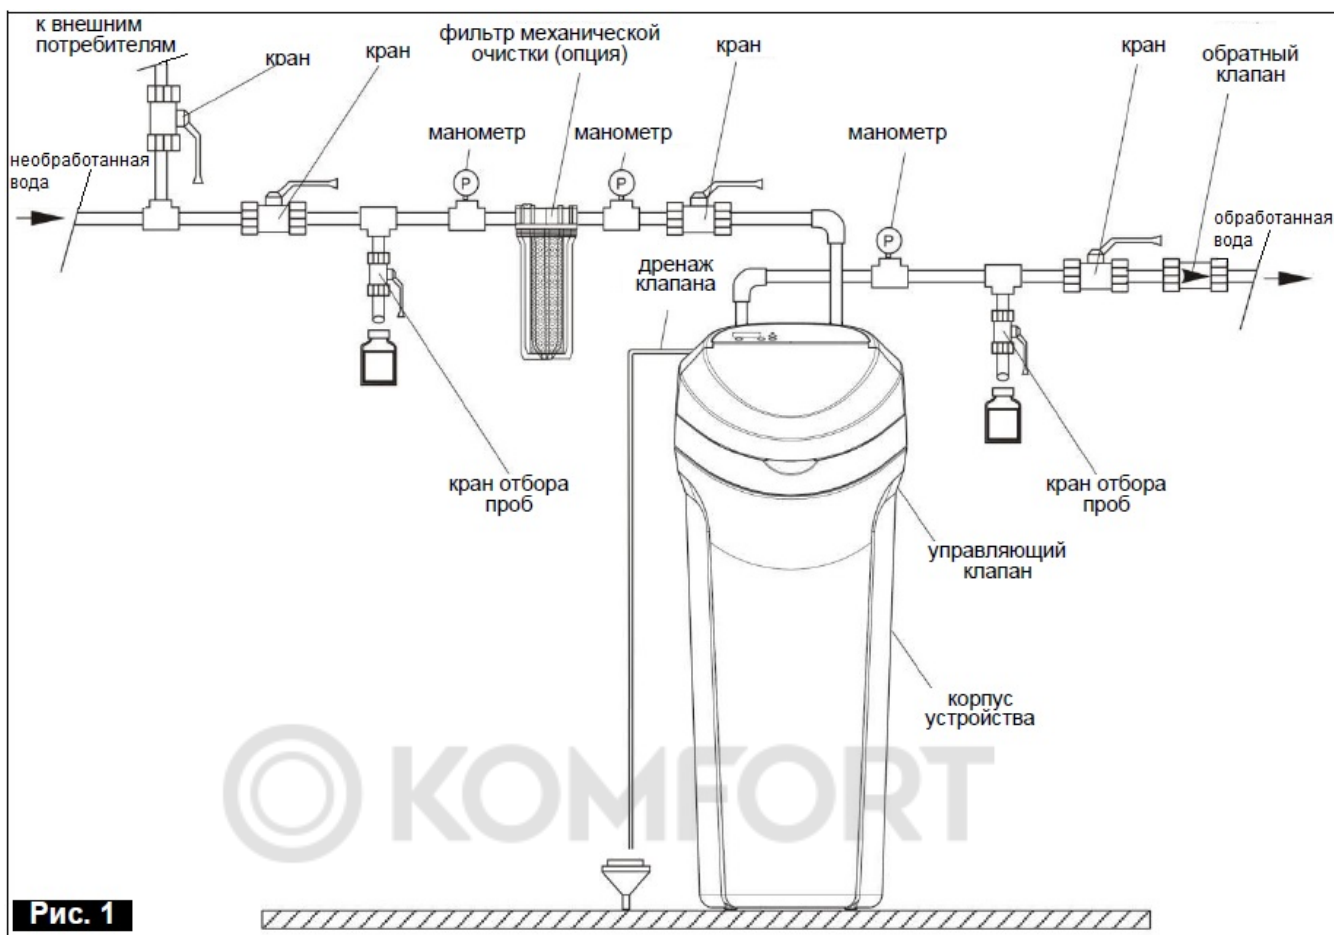

Рис. 1
- Вместе с устройством может поставляться механический фильтр (опция), который следует установить на трубопроводе, подводящем неочищенную воду согласно схеме, показанной на рис. 1.
Подключать умягчитель следует в соответствии со схемой подключения, показанной на рис. 1. Умягчитель имеет клапан обходной линии by-pass с соединительными элементами, а также может иметь дренажный шланг для отвода промывной воды. Устройство может иметь фильтр механической очистки (опция). Обеспечение гидравлического оборудования такими элементами, как клапаны, манометры, фильтр, клапаны для отбора проб и т. п., относится к обязанностям того, кто монтирует оборудование, и они не поставляются стандартно вместе с устройством. В схеме также рекомендовано иметь обходную линию фильтра механической очистки или общую обходную линию всей системы для удобства обслуживания, а так же установить шланг от штуцера перелива рассольного бака в дренаж.